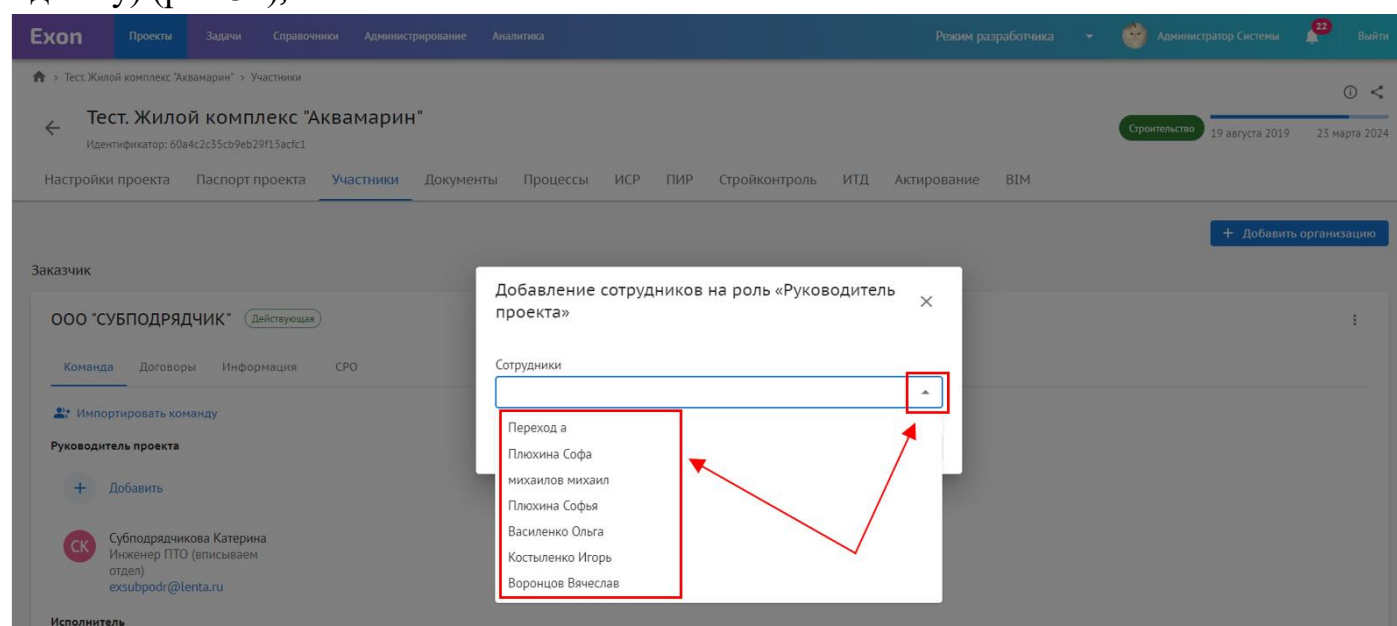

Рис. 34 – Добавление сотрудников из выпадающего списка
2. Выбрать нужного сотрудника из выпадающего списка. В данном списке отображаются только зарегистрированные пользователи, указавшие в профиле свою организацию (при добавлении можно выбрать сразу нескольких, а не добавлять по одному) (рис.34);